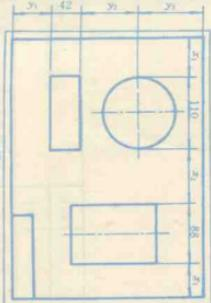

图 1-3
3. 图纸布局、画出作图基准线。根据图形的数量及大小合理安排幅面，使整个图纸布局均匀，各图形之间距离匀称，特别是要考虑到标注尺寸的位置。本次作业的布局参考图 1-3。